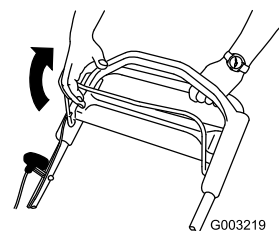

Figura 18
2. Sujete la barra de control de la cuchilla contra el manillar (Figura 18).